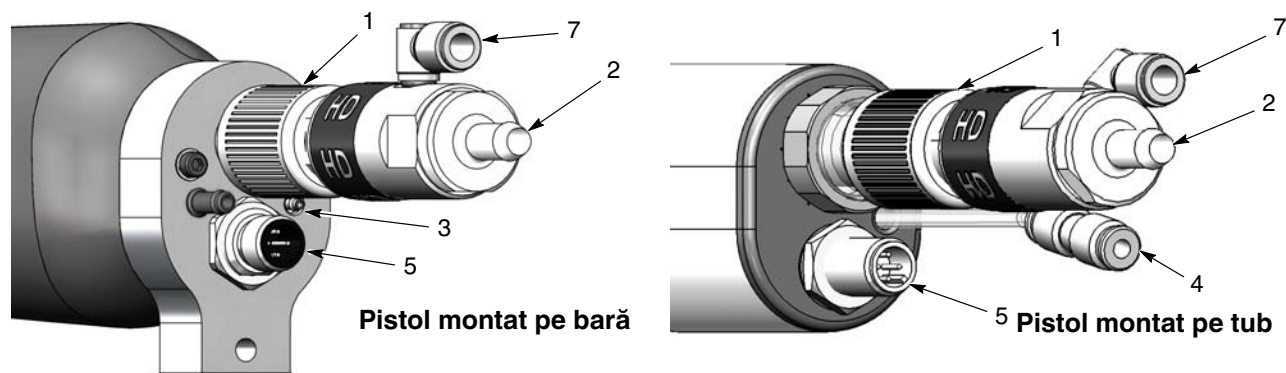

Figura 3-3 Conexiunile pistolului
1. Vezi Figura 3-3. Conectați furtunul de alimentare cu pulbere la conectorul furtunului (2). Conectorul poate fi deconectat de la pistol prin deșurubarea și tragerea înapoi a piuliței de fixare (1) și tragerea înapoi de pe pistol.
2. Conectați tubulatura de 4 mm pentru spălarea cu aer a electrodului la racordul striat (3) (pistol montat pe bară) sau piulița olandeză a tubulaturii (4) (pistol montat pe tub).
3. Conectați tubulatura albastră de atomizare de 6 mm la piulița olandeză a tubulaturii (7).
4. Conectați cablul pistolului la priza (5) și strângeți bine piulița cablului.